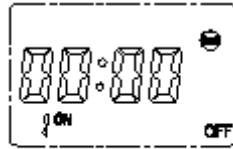

图10
4.2.3.1 完成 6.2.2 操作后，按一下“MD”进入定时参数设定状态，如图10所示。